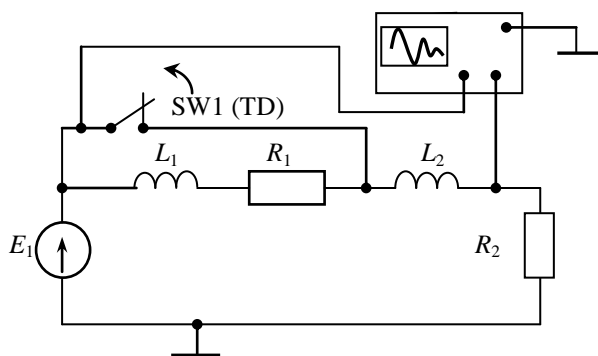

Рис.19. Электрическая схема с RL -элементами с некорректными начальными условиями
1. Собрать электрическую схему (рис.19) и измерить постоянную времени τ после размыкания ключа.